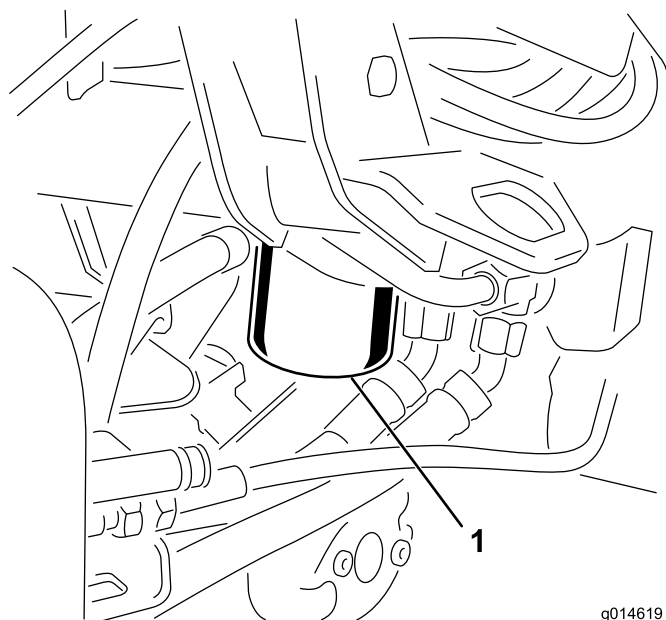

图 39
1. 清洁过滤器安装区周围的区域图 39。在过滤器下面放置一个放油盘并拆下过滤器。